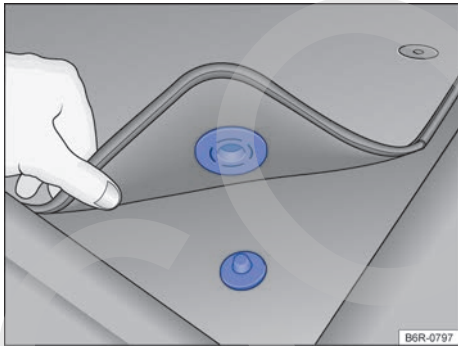

Fig. 18 Alfombras delanteras con fijación y perno de la alfombra.
- ✓ Acomodar bien la alfombra en la zona reposapiés del lado del conductor para que no obstruya la zona de los pedales. Dependiendo de la versión del vehículo, las alfombras delanteras pueden tener fijación de la alfombra y perno en la alfombra ⇒ fig. 18.